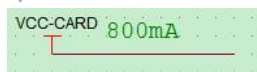

图 2-29 TF 卡工作电压电流标注
- 需在原理图中标注清楚 TF 卡电源的工作电压和最大工作电流，以便 PCB layout 设计，如图 2-29 所示：